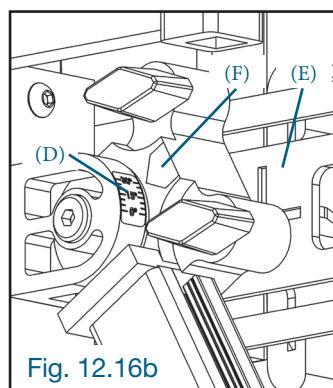

Fig. 12.16b
Utiliser l'indicateur d'angle (D) au dos de la butée de hanche (E) en alignant la flèche rouge (F) avec le degré souhaité sur l'indicateur d'angle (D). (Fig. 12.16b)